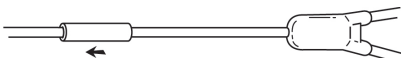

Fig. 8
8. Skjut hylsan över skarven. (Fig. 8)